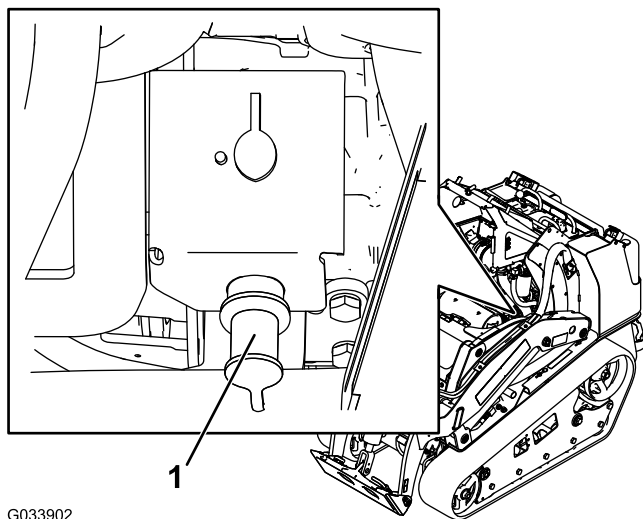

Figure 52
2. Retirez le capuchon de la borne positive de la batterie déchargée (Figure 52)
3. Branchez le câble de démarrage positif (+) à la borne positive (**Figure 52**).